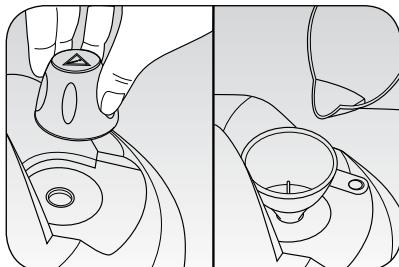

Fig. 1
Draai de veiligheidsdop (L) los en, met de bijgeleverde trechter (2) giet ongeveer twee maatbekertjes (1) water in het verwarmingselement (I) (Fig. 1).